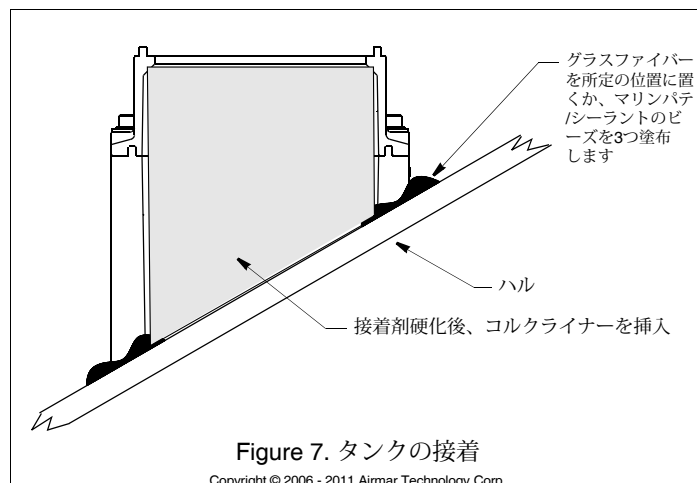

Figure 7. タンクの接着
3. 承認済みのボンディング材料を使用します (1ページの「ツールと材料」を参照)。標準的なグラスファイバー技術を使用して、グラスファイバー樹脂でタンクを船体にガラス張りします。または、メーカーの指示に従って、海洋のパテ/シーラントのたっぶりのビーズをタンクの下端に塗布します (図7)。タンクを所定の位置にしっかり押し込みます。タンクの内側に2つ目のビーズを塗ります。そして、タンクの外側に3つ目のビーズを塗ります。
1. 接着剤が硬化したら、コルクライナーをタンクに挿入します (図7)。最も高い辺の中央に沿って端を突き合わせます。ギャップがあるかもしれませんが、これはパフォーマンスには影響しません。